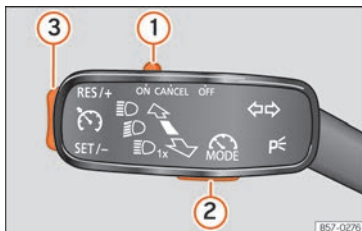

Abb. 228 Links von der Lenksäule: Hebel und Tasten zur Bedienung des Geschwindigkeitsbegrenzers.
Wenn Sie den Geschwindigkeitsbegrenzer – beispielsweise zum Überholen – vorübergehend deaktivieren möchten, bringen Sie den Schalter » **Abb. 228** ① des Blinkerhebels in die Stellung **CANCEL** oder bringen Sie den dritten Hebel zum Druckpunkt **CANCEL** oder drücken Sie die Taste ② eines der beiden Hebel.